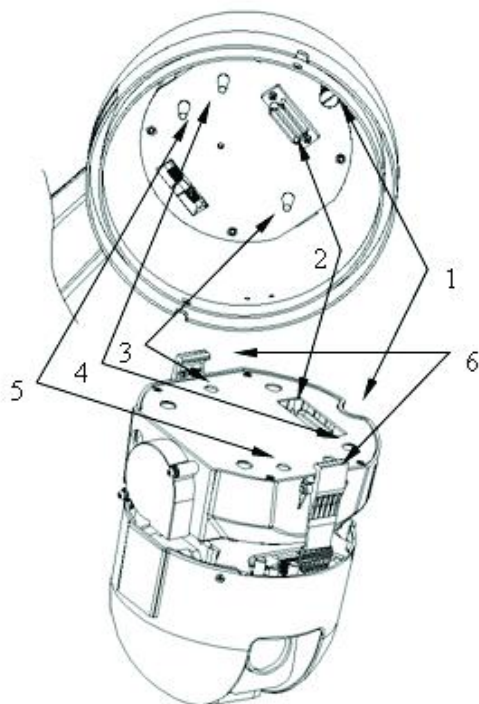

Рис.1.3-3 Цифрами отмечена последовательность стыковки элементов
- Основной модуль устанавливается в основание камеры. Отверстия в основном модуле должны совпасть со штырями на крышке на дне основания камеры. Модуль фиксируется защелками. (См. рис. 1.3-3)